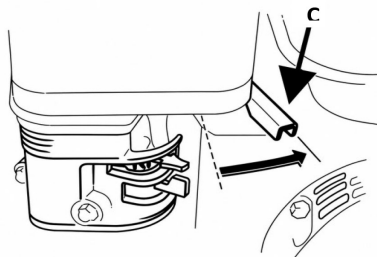

Рис. 22
2. Переведите регулятор частоты вращения в положение минимальных оборотов (Рис. 22).